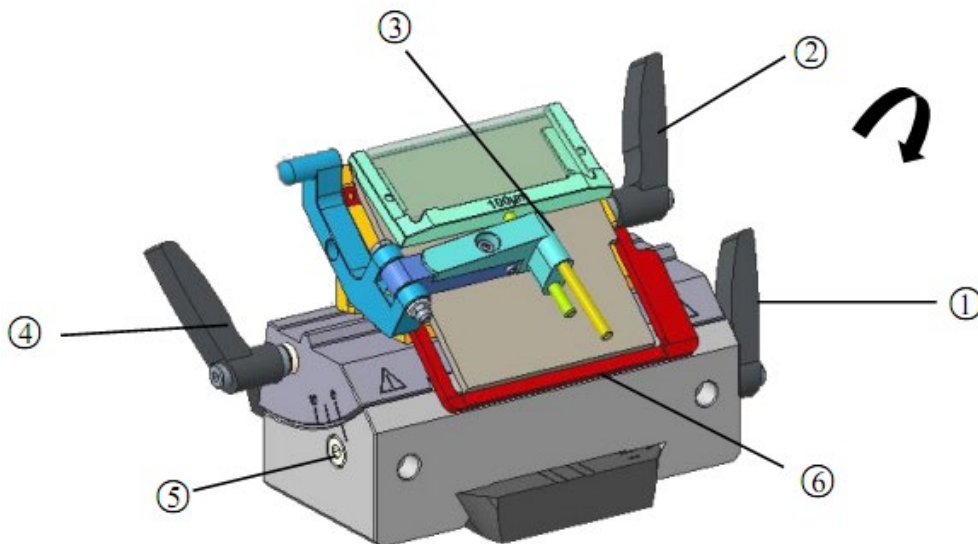

Рис. 4-23
Чтобы закрыть лезвие, как показано на рис. 4-23, сначала откройте пластину для защиты от скручивания (3) слева, а затем заверните (6) вверх.